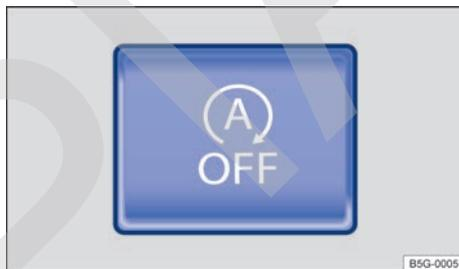

Fig. 195 En la parte inferior de la consola central: tecla del sistema Start-Stop.
- Para desactivar el sistema, pulse la tecla  situada en la parte inferior de la consola central → fig. 195. Cuando el sistema Start-Stop está desconectado, se enciende el testigo de control de la tecla.
- Para volver a conectar el sistema, pulse de nuevo la tecla  de la parte inferior de la consola central → fig. 195.